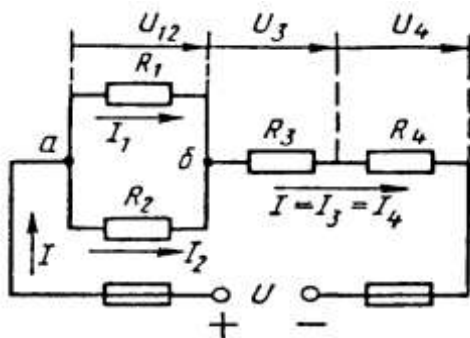

Рис. 1
Условие задачи. Цепь постоянного тока со смешанным соединением состоит из четырех резистором. Заданы схема цепи (рис. 1), значения сопротивлений резисторов:
2) обозначим токи  $I_1, I_2, I_3, I_4$  на (рис. 1) стрелками и определим их значения из формулы мощности:
Формулировка закона: алгебраическая сумма токов в узловой точке равна нулю. Математическая запись для узла б схемы цепи рисунок 1:
В замкнутом контуре (рис. 1) приложенное напряжение  $U$  (аналогично ЭДС при внутреннем сопротивлении источника тока, равном нулю) и падения напряжения